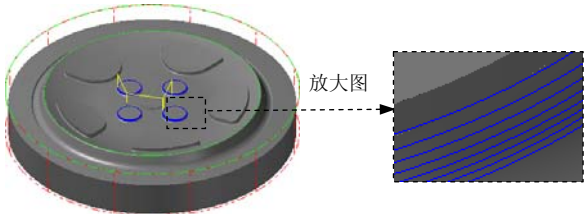

图 15.45 刀具路径
① 在“曲面精加工等高外形”对话框中单击 **等高外形精加工参数** 选项卡，单击 **切削深度 (D)...** 按钮，在系统弹出的“切削深度设置”对话框中选中 **绝对坐标** 单选项，然后在 **绝对的深度** 区域的 **最高位置** 文本框中输入-20，在 **最低位置** 文本框中输入-22，单击 **✓** 按钮，系统返回至“曲面精加工等高外形”对话框。
② 单击 **间隙设置 (G)...** 按钮，在系统弹出的“刀具路径的间隙设置”对话框中单击 **重设 (R)** 按钮，单击 **✓** 按钮；单击 **高级设置 (E)...** 按钮，在系统弹出的“高级设置”对话框中单击 **重设 (R)** 按钮，单击 **✓** 按钮。
③ 单击 **✓** 按钮，系统返回至“曲面精加工等高外形”对话框。
Step6. 单击“曲面精加工等高外形”对话框中的 **✓** 按钮，完成加工参数的设置，此时系统将自动生成图 15.45 所示的刀具路径。